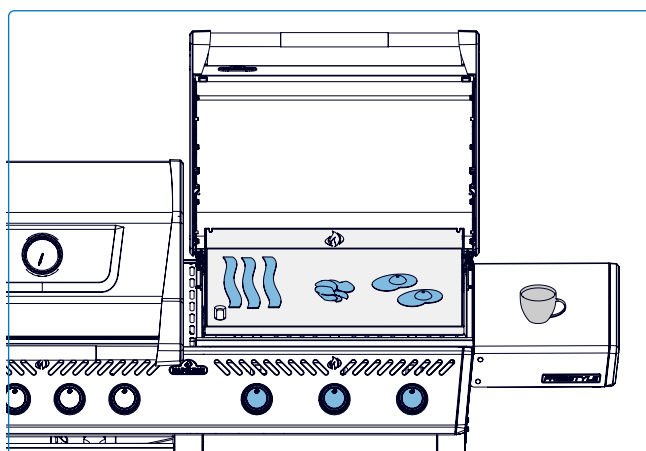

Fig. 18
- Controle la temperatura de la superficie según sea necesario para mantener el calor adecuado para cocinar (**Fig. 18**).